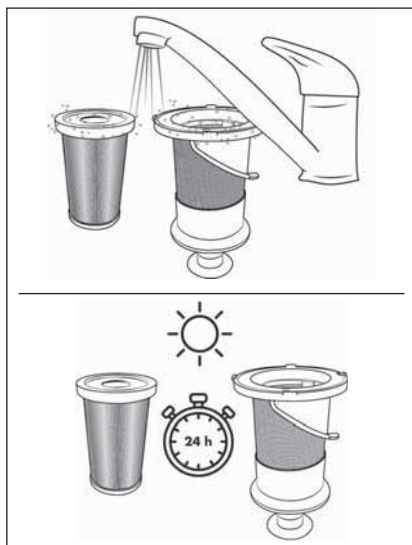

Rys. 24
- 4) Wyjmij filtr EPA **5** z filtra ze stali nierdzewnej **6**, sięgając do otworu filtra EPA **5** i wyciągając go z filtra ze stali nierdzewnej **6** (patrz rys. 24).